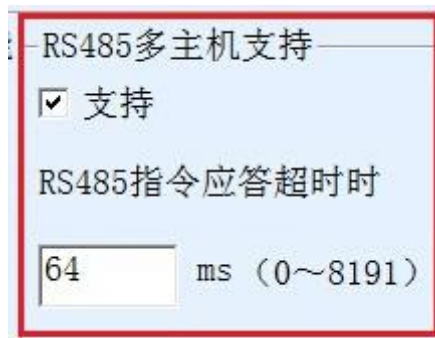
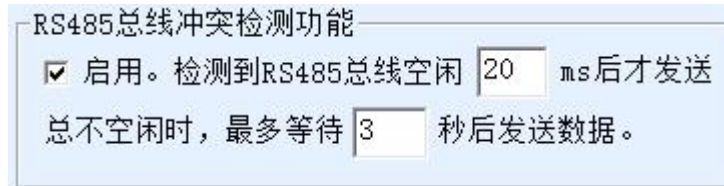

图 45 RS485 多主机支持
图 46 RS485 防冲突空闲时间
1. 图 46 所示为“RS485 总线防冲突时间”，一般可以设置为参数配置界面右下角的“数据包间隔”的两倍，但是最小不能小于 20。
2. 图 45 所示为“RS485 指令应答超时时间”，一般根据来回应答的指令长度决定，如果发送指令为 N 字节，应答为 M 字节，那么建议设置的值为：“数据包间隔” $\times$  (N+M+5) +100。
此时需要注意的是需要将图 46 所示为“RS485 总线防冲突时间”和图 45 所示为“RS485 指令应答超时时间”的两个勾去掉。否则无法实现上述转发功能。